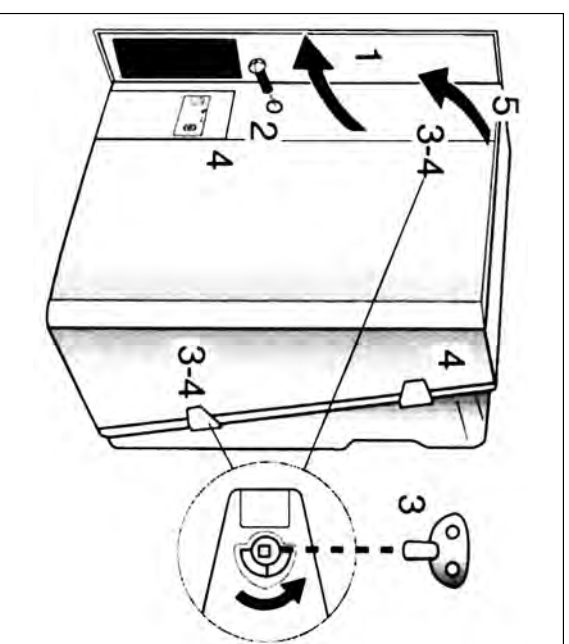
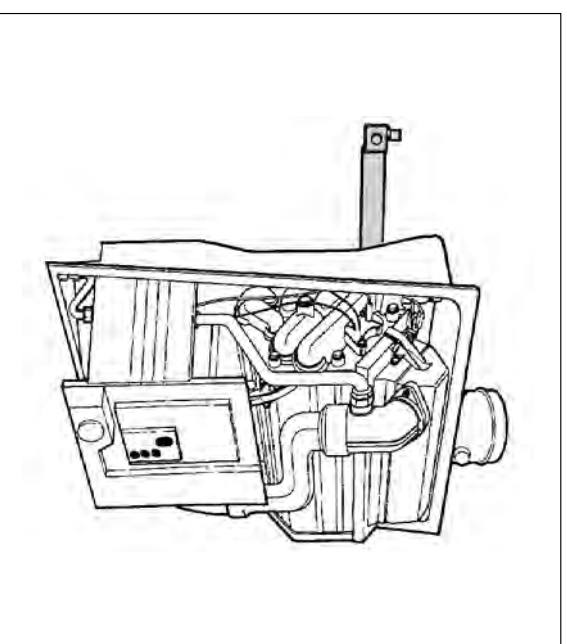

Fig. 4
Fig. 5
4) Per facilitare le operazioni di installazione il mantello della caldaia può essere facilmente asportato nel seguente modo (Fig. 4):
- aprire lo sportello (1);
- svitare la vite di fissaggio (2);
- aprire e sganciare le cerniere di chiusura (3);
5) Nell'imballo è presente una staffa metallica per agganciare la caldaia a muro (Fig. 5).